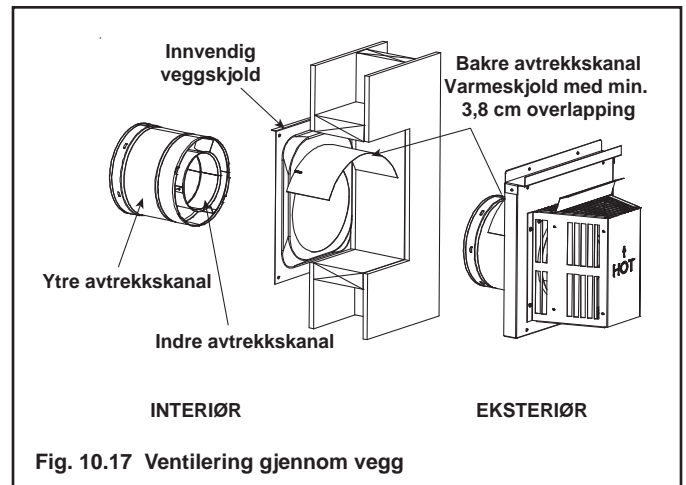

Fig. 10.17 Ventilering gjennom vegg
- Én profil av varmeskjoldet festes til veggskjoldet. Den andre profilen festes til utløpsdekslet på samme måte (se fig. 10.17).
- Foten på skjoldet hviler på toppen av avtrekkskanalen for å få riktig avstand fra rørseksjonen (se fig. 10.17).
- IKKE fjern de varmeskjoldene som er festet til veggskjoldets brannvern og den horisontale avslutningen (vist på Fig. 10.17).
Varmeskjoldet består av to deler. En del er festet av fabrikk til veggskjoldets brannvern. Den andre delen er festet av fabrikk til avslutningen. Se Fig. 10.17.